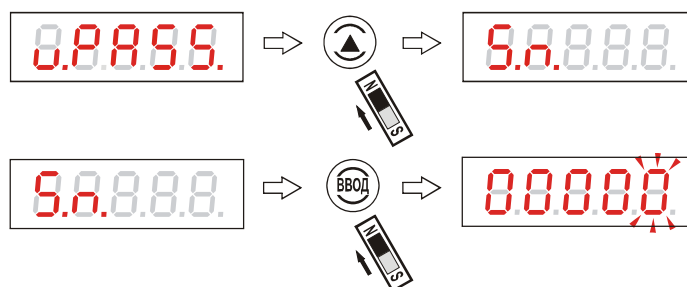

Рисунок 68 - Переход к вводу системного адреса уровнемера
2.8.22 Для входа в подраздел программирования системного адреса уровнемера “S.n.” необходимо выбрать этот подраздел кнопкой «↑» и “нажать” «ВВОД». На цифровом табло индицируется прежнее значение системного адреса, например, заданное на предприятии-изготовителе; миганием выделен доступный для редактирования разряд, рисунок 68: